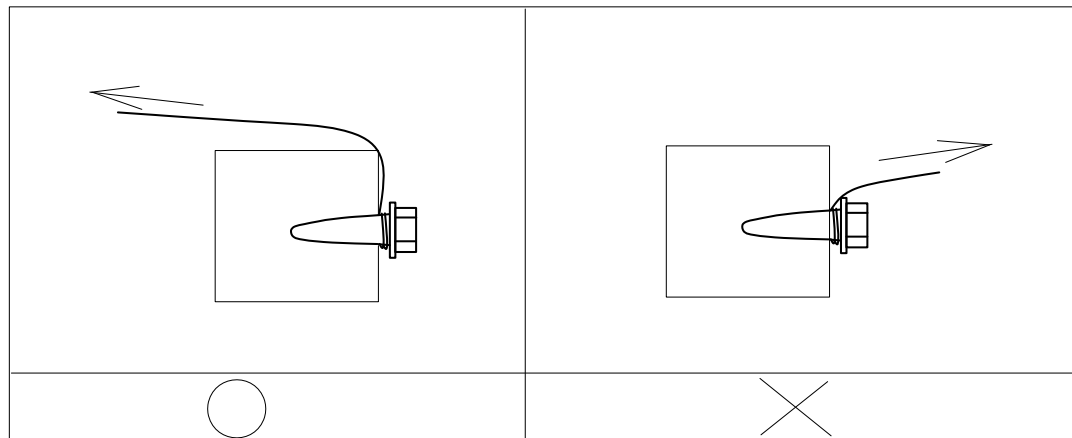

図 17
- コーチねじの取付けは図 17 の「コーチねじ取付要領」を参照ください。